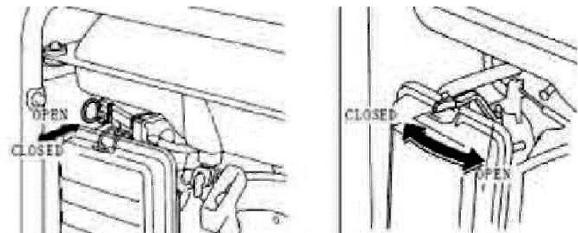

Рис. 5
3. Переведите рычаг заслонки в положение | \ «Запуск» (только при холодном двигателе)(Рис. 5).